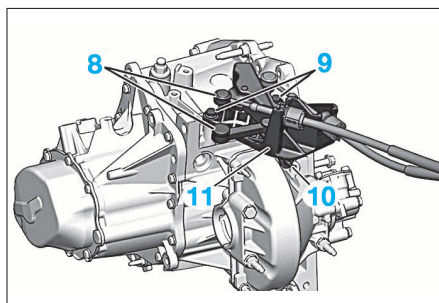

FIG. 6
- Déposer les vis (6) du cylindre récepteur de commande hydraulique d'embrayage (7).
- Écarter le cylindre récepteur de commande hydraulique d'embrayage (7).
- Désaccoupler les rotules de commande des vitesses (8) à l'aide des outils [2] et [3] (Fig.6).